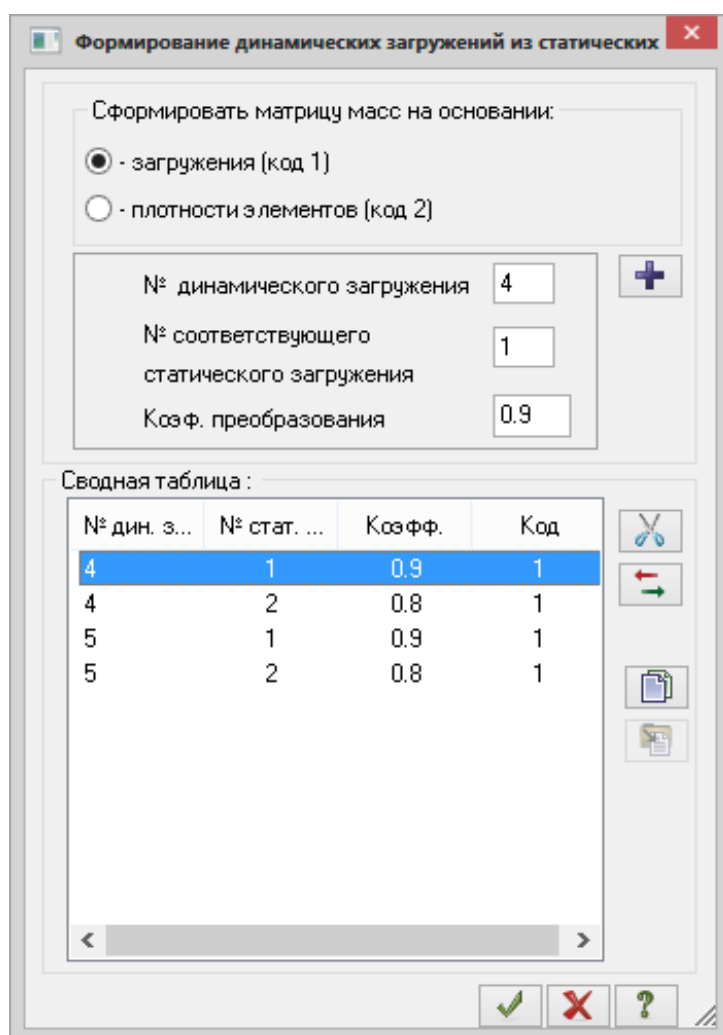

Рис.3.22. Диалоговое окно **Формирование динамических нагрузок из статических**
- Вызовите диалоговое окно **Формирование динамических нагрузок из статических** (рис.3.22)